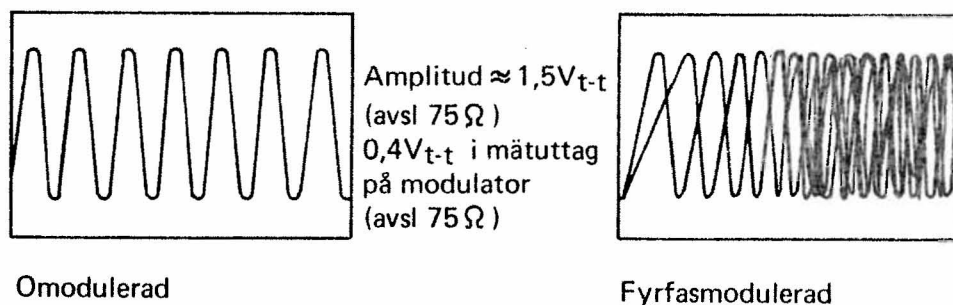

Bild 11. MF-signalens utseende på ett oscilloskop
4.1.3.2 Genom att ansluta ett oscilloskop i MF-snittet, kan man kontrollera om signalen är modulerad eller omodulerad. Det är emellertid omöjligt att med hjälp av oscilloskopet avgöra om moduleringen är riktig. Se bild 11.